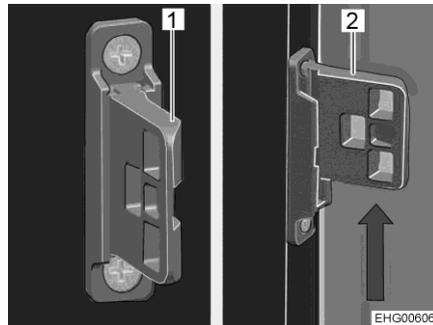

Fig. 247 Dispositivo de cierre
- Desplazar el dispositivo de cierre hacia arriba (Fig. 247,2).
- Desplazar el dispositivo de cierre hacia abajo (Fig. 247,1).